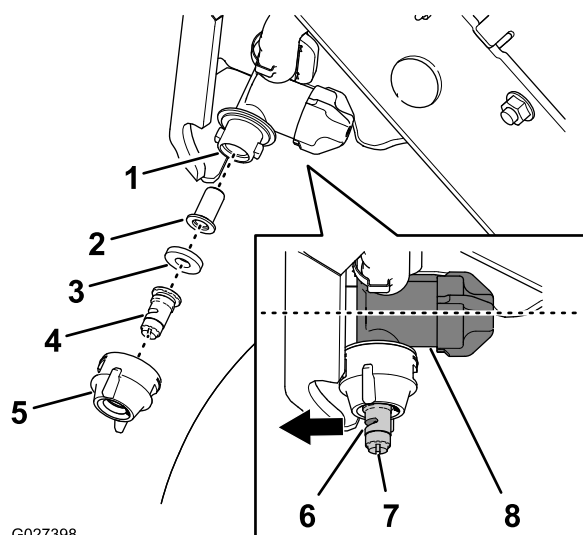

図 66
1. ノズルキャップを左に 90° 回してノズルボディからキャップを外す 図 66。
2. ノズルボディからスプレーヤチップ、ガスケット、ストレーナを外す 図 66
4. ストレーナをノズルボディに取り付ける 図 66。
5. スプレーヤチップをノズルキャップに取り付ける 図 66
6. スプレーヤチップ、ガスケット、キャップをノズルボディに取り付ける 図 66
**注** スロットを使ってアトマイザ (図 66) を前方に向けるフローレギュレータのケースに整列させる。
7. ノズルキャップを右まわりに 90° 回転させる 図 66。